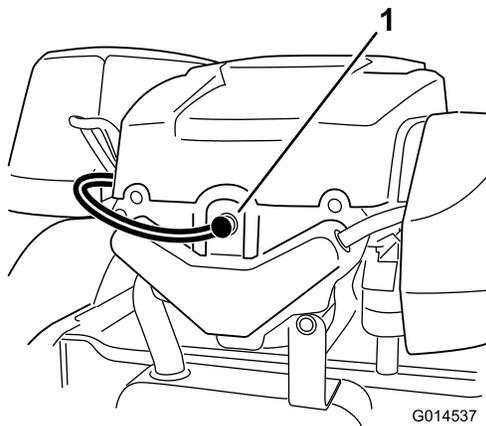

Bild 33
2. Ziehen Sie den Zündkerzenstecker ab (Bild 33).
3. Drücken Sie den Stecker auf die Zündkerze (Bild 33).